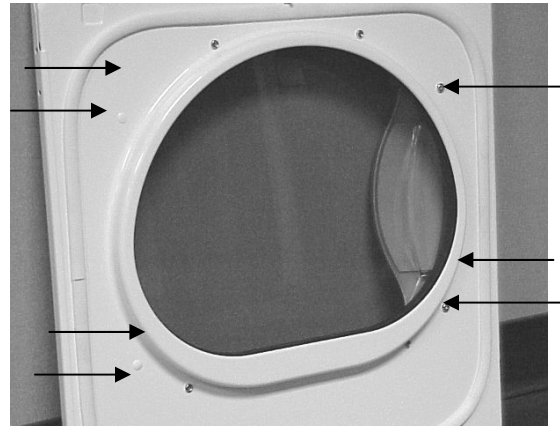

Figura 4
4. Quite dos (2) tornillos de la manija y dos (2) tapones de la Puerta, teniendo cuidado de no rayar la pintura de la Puerta. (Figura 4)